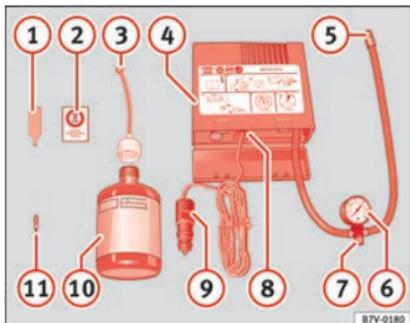

Fig. 67 Représentation standard : contenu du kit anticrevaison.
- Dévissez le capuchon et l'obus de la valve du pneu. Utilisez l'appareil » fig. 67 ① pour extraire l'obus. Placez-le sur une surface propre.
- Agitez fortement la bouteille de produit de colmatage des pneus » fig. 67 ⑩.
- Vissez le tuyau de gonflage » fig. 67 ③ sur la bouteille de produit de colmatage. Le
- Retirez le bouchon du tuyau de remplissage » fig. 67 ③, puis vissez l'extrémité ouverte du tuyau sur la valve du pneu.
- Placez de nouveau l'obus de valve sur la valve du pneu avec l'outil » fig. 67 ①.
- Vissez le tuyau de gonflage du pneu du compresseur » fig. 67 ⑤ sur la valve du pneu.
- Vérifiez si la vis d'évacuation d'air est serrée » fig. 67 ⑦.
- Branchez le connecteur » fig. 67 ⑨ à une prise de courant de 12 volts du véhicule » fig. 67 ⑧, page 163.
- Raccordez le compresseur d'air au commutateur ON/OFF » fig. 67 ⑧.
- Contrôlez de nouveau la pression au bout de 10 minutes » fig. 67, page 94.